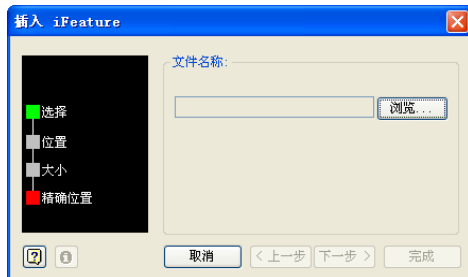

图 3-94 “插入 iFeature”对话框
(1) 单击【管理】标签栏【插入】面板上的【插入 iFeature】工具按钮，则打开【插入 iFeature】对话框，如图 3-94 所示。可看出，要插入一个 iFeature，需要四步完成。